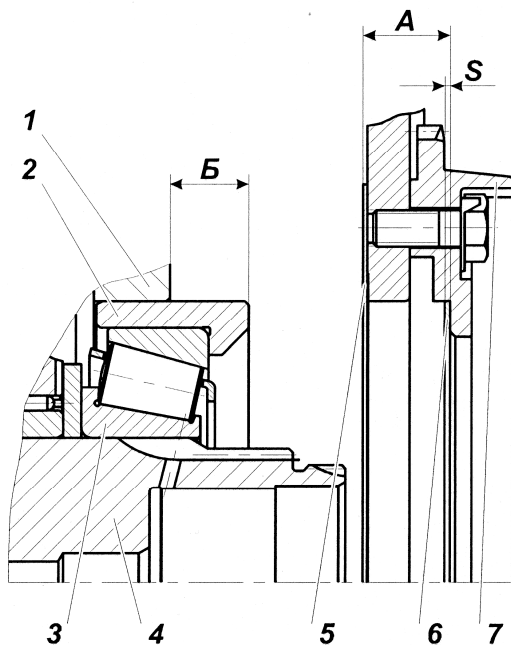

Рис. 32:
3.3 Замерить абсолютные величины размеров А (между торцами зубчатой муфты и уплотнительной прокладки) и В (между торцами картера и гнезда подшипника) рис. 32.
4 Демультипликатор с установочными прокладками, подобранными по п. 3, пристыковать к картеру коробки передач, обеспечив затяжку болтов крепления демультипликатора к коробке передач с $M_{кр} = 215,74 \dots 274,5$ Н·м (22...28 кгс·м). Перед установкой демультипликатора на уплотнительную прокладку поз. 5 (рис. 32) с обеих сторон нанести герметик УГ-9 ТУ 6-01-1326-86 или УГ-6 ТУ 6-01-1285-84 непрерывной полосой шириной 2...3 мм по контуру.